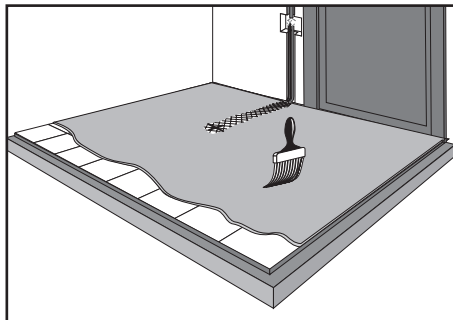

Рис. 14
8) Подготовленную поверхность рекомендуем покрыть грунтовкой глубокого проникновения. Сильно впитывающие поверхности грунтуются два раза. Дайте поверхности высохнуть (рис. 14).